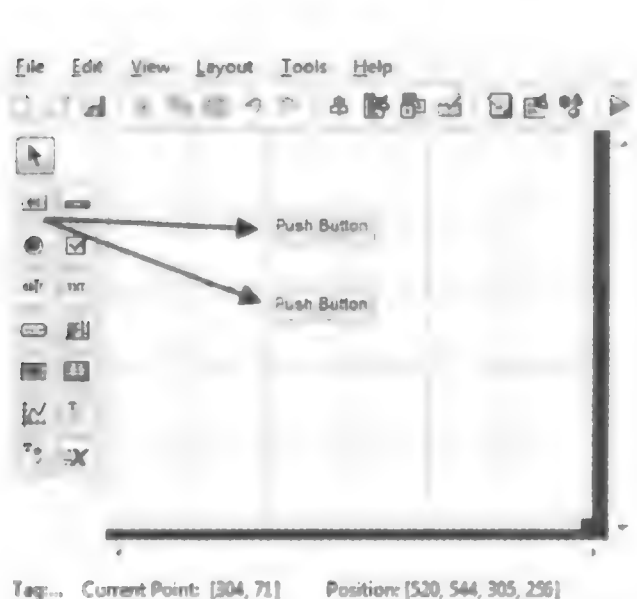

图 3.7.16 添加按钮
(4) GUI 编辑窗口里加入两个按钮,如图 3.7.16 所示。